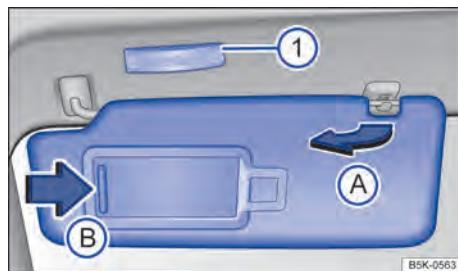

Fig. 80 Para-sol.
- Retirar o para-sol cuidadosamente do suporte segurando a base de fixação e virar na direção das portas → Fig. 80 A.
No para-sol rebatido para baixo encontra-se um espelho de cortesia atrás de uma cobertura. Ao abrir a cobertura → Fig. 80 B uma lanterna se acende ①.